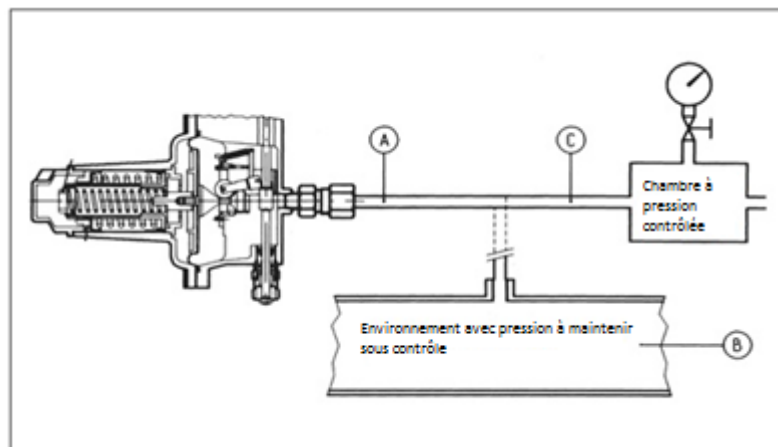

Figure 20
- B) Sur les appareils sans la vanne "push" (fig. 20) nous recommandons de connecter séparément la tête de commande à une pression auxiliaire contrôlée et répéter les opérations décrites ci-dessus.